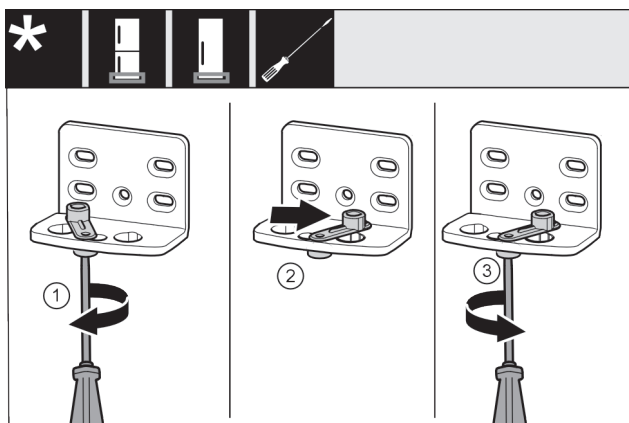

Fig. 16
- Odvijačem labavo uvrnite vijak Fig. 16 (1).
- Podignite pomagalo za zatvaranje vrata Fig. 16 (2) i okrenite ga za 90° nadesno u provrt.
- Odvijačem pritegnite vijak Fig. 16 (3).